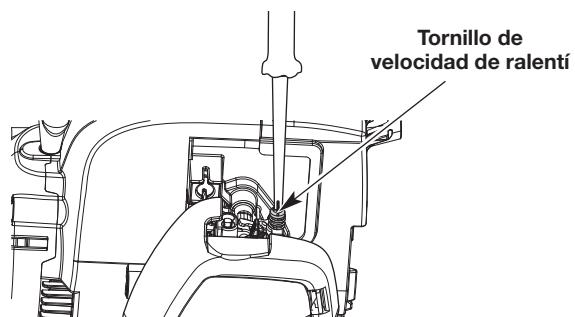

Fig. 18
2. Suelte el control del acelerador y deje que el motor funcione en ralentí. Si el motor se para, use un destornillador Phillips pequeño para girar el tornillo de velocidad de ralentí en el sentido de las agujas del reloj, 1/8 de giro cada vez (según sea necesario) hasta que el motor funciona al ralentí de manera uniforme (Fig. 18).
3. Si el motor funciona al ralentí demasiado rápidamente, gire el tornillo de velocidad de ralentí en el sentido contrario a las agujas del reloj, 1/8 de giro cada vez (según sea necesario) para reducir la velocidad de ralentí (Fig. 18).